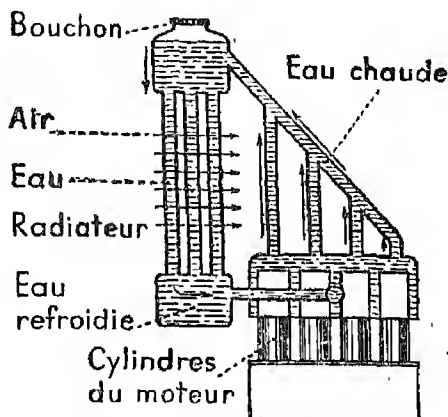

Fig. 6. — Radiateur d'automobile.
e) le radiateur, destiné à rafraîchir l'eau qui circule autour des cylindres (fig. 6). Il est placé tout à l'avant de la voiture.